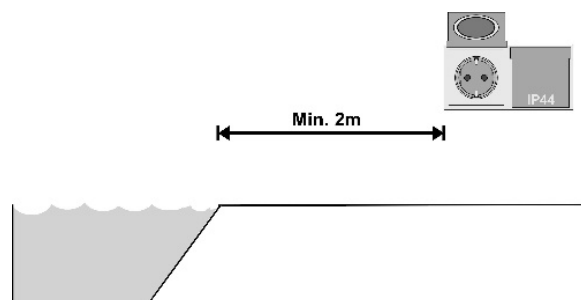

FIGURE 2
- Le branchement sur secteur (prise de courant) doit se faire à au moins 2m du bord du bassin (Figure 2).